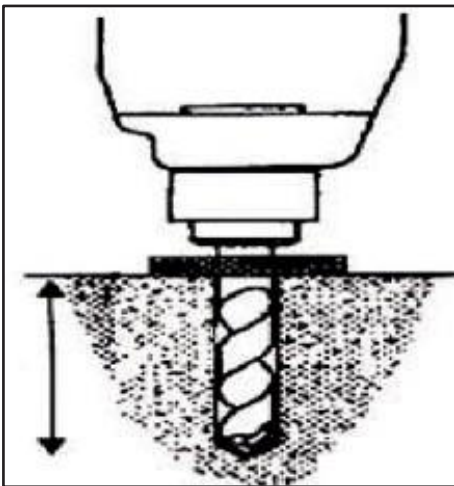

图 21
- 用电锤将 $\Phi 18$ 冲击钻头从平台底板孔钻入地面 160mm 深孔（图 21），并清理洞口用轻锤将地脚螺栓装入孔内（不用装入地脚螺栓中心胀钉，待水平调节完毕再装入）